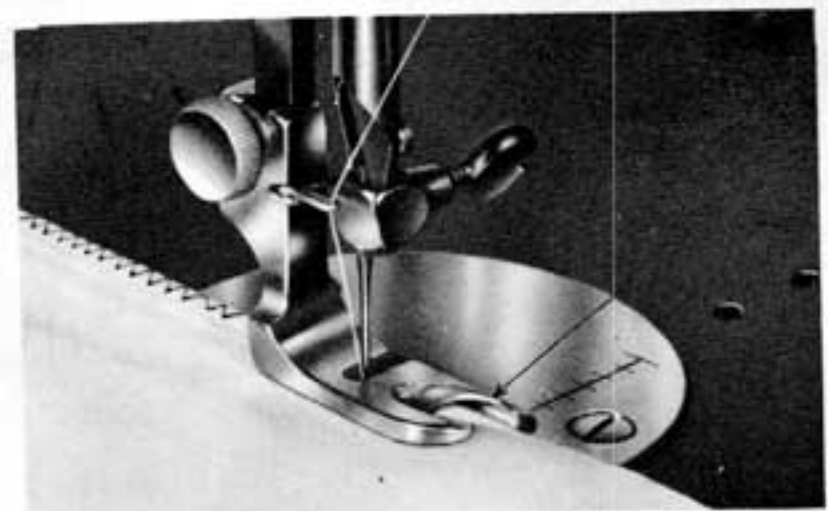

Fig. 28
Turn balance wheel towards you until needle reaches its highest point. Raise presser bar and remove the regular presser foot. Attach hemmer foot (Fig. 28).
3. Lower presser foot and begin to sew. Guide material into hemmer foot while sewing (Fig. 28).
Mettre le pied ourleur à la place du pied-de-biche habituel. Rabattre le bord de l'étoffe à la largeur désirée de l'ourlet, et introduire l'ouvrage ainsi préparé dans la languette de guidage spécial de l'ourleur. Tirer le tissu jusque sous l'aiguille, puis abaisser le pied-de-biche. En cousant, conduire très légèrement le bord replié de l'étoffe (fig. 28). Il faut que l'ourleur soit alimenté régulièrement pour que l'ourlet soit régulier.